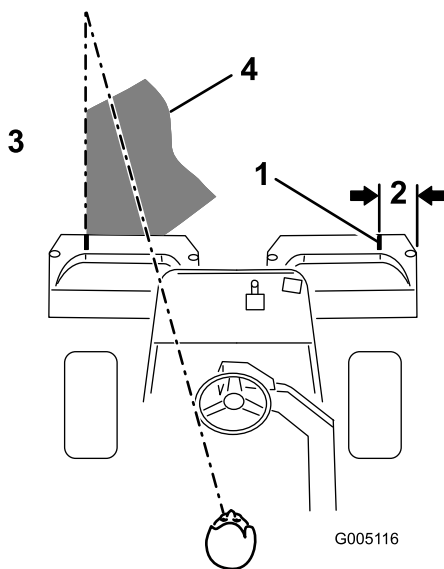

图 25
**注意** 为了保持以直线方式穿过果岭、并使得机器与此前剪草的边缘保持等距请在机器前到果岭未剪部分的边缘想象一条长约 1.83m 的视线图 25。包括将方